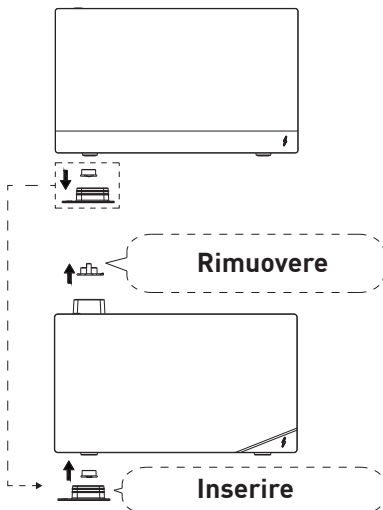

Fig. 4
2. Rimuovere le due coperture antipolvere del connettore di sicurezza a innesto sottostante al mini sistema di accumulo ([↗]Fig. 4).
3. Recuperare la copertura antipolvere rimossa dal mini sistema di accumulo SENEK e inserirla sulla parte sottostante al modulo batteria, in corrispondenza della copertura antipolvere di quest'ultima ([↗]Fig. 4).
4. Rimuovere la copertura del connettore di sicurezza sulla parte superiore del modulo batteria ([↗]Fig. 4).